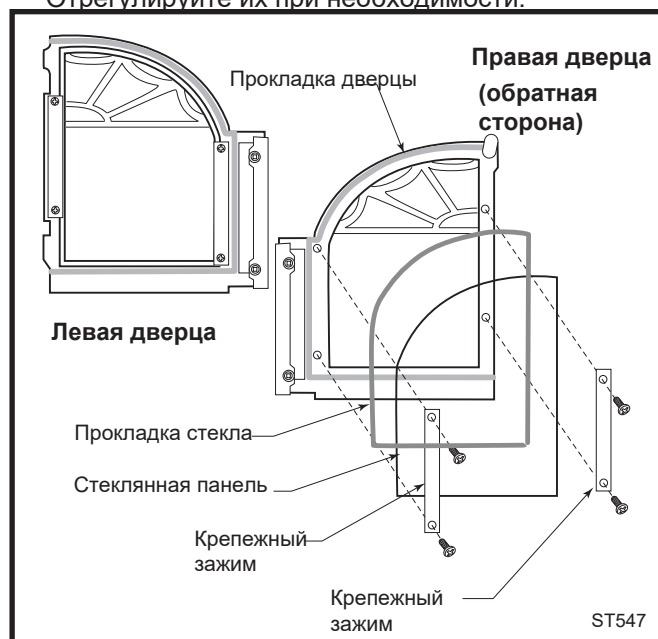

Рис. 42 Изображение стекла в разобранном виде.
2. Закрепите стекла на обеих дверцах крепежными зажимами. Закрутите все шурупы (рис. 42).